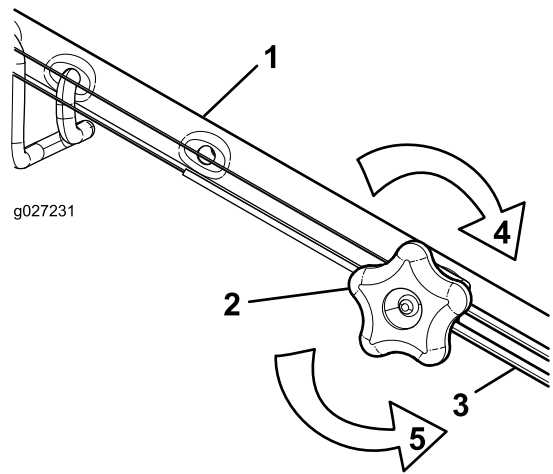

Figure 33
- Tournez le bouton de réglage dans le sens antihoraire pour desserrer le réglage du câble (Figure 33).
- Ajustez la tension du câble (Figure 33) en le tirant en arrière ou en le poussant en avant puis en le maintenant à cette position.